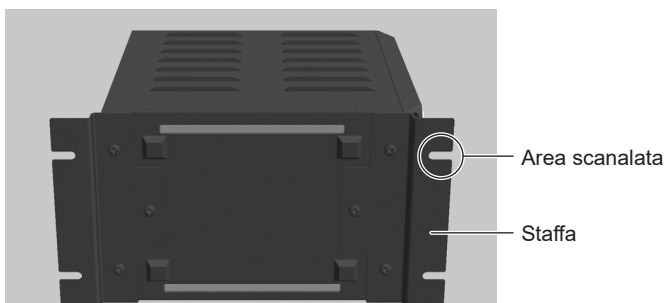
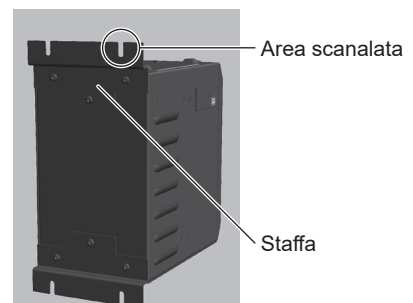

Fig. 13
Fig. 14
- Le staffe possono essere montate sul fondo (Fig. 13) e posteriormente (Fig. 14) al CONTROLLER.
- (1) Installare le staffe (2 pz.) usando le viti di montaggio (6 pz.) fornite in dotazione.
- (2) Fissare il CONTROLLER (area scanalata della staffa) alla macchina usando le viti di montaggio (6 pz.) fornite.